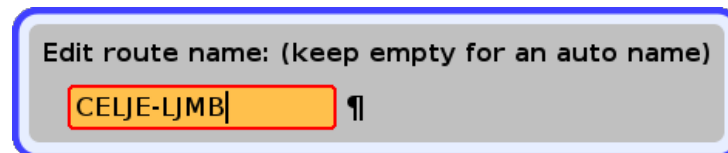

Abbildung 28: Eingabe des Namens für den neuen Weg.
- Durch Betätigen der Funktionstaste „New“ wird eine neue Flugroute erstellt. Über das in Abbildung 28 dargestellte Eingabefenster wird die zu konfigurierende Flugroute mit einem Namen versehen. Sofern an dieser Stelle kein Name eingegeben wird, kreiert Nesis einen eigenen, bestehend aus der Kennung des ersten sowie des letzten Wegpunktes.